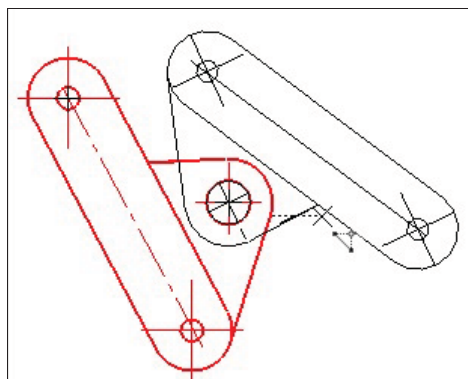

Рис. 11.5. Выполнение поворота
- ◆ после ввода центра и угла поворота на панели **Параметры** поворот объектов будет автоматически завершен (рис. 11.5);